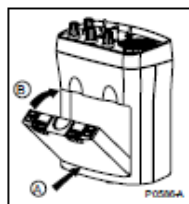

Figura 9 - Instalación de la batería
- b) Coloque la base de la batería en la parte trasera del compartimento de la batería (A). Empuje la parte frontal borde de la batería en la posición (B). El dos pinzas de batería con un "clic" en condiciones de mantener el paquete de baterías en su lugar (ver figura 9).
Nota: El paquete de baterías NiMH viene sellado de fábrica y no se abre. Figura 9 - Instalación el paquete de batería.
- e) Coloque la base de la batería en la parte posterior de la batería compartimiento (A). Empuje el borde delantero de la batería firmemente hacia posición (B). Los dos clips de la batería con un "clic" en condiciones de seguridad mantener su batería en su lugar (ver figura 9).